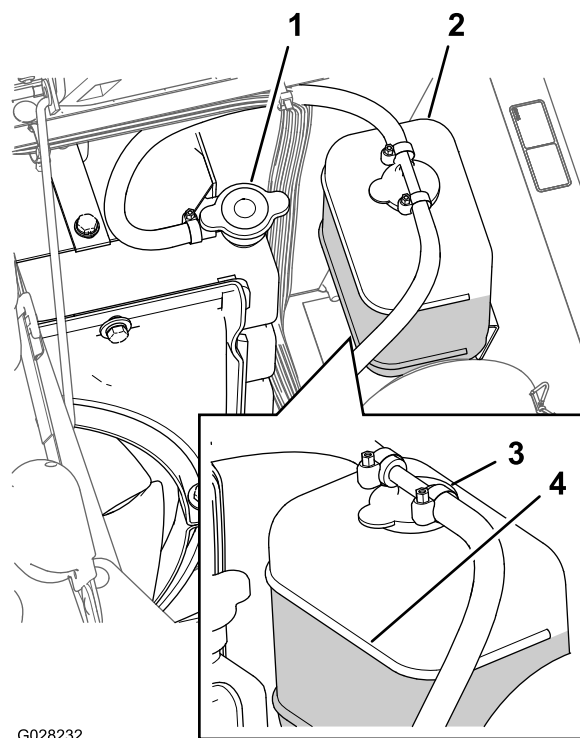

Figure 90
3. Retirez le bouchon du radiateur et le bouchon du vase d'expansion avec précaution (Figure 90).
Remarque: Le radiateur doit être rempli jusqu'en haut du goulot de remplissage et le vase d'expansion jusqu'au repère maximum (Figure 90).
- Si le niveau de liquide de refroidissement est trop bas, enlevez le bouchon du vase d'expansion et le bouchon du radiateur. Remplissez le vase d'expansion jusqu'au repère maximum, et le radiateur jusqu'en haut du goulot de remplissage (Figure 90).
- Remettez en place les bouchons du radiateur et du vase d'expansion (Figure 90).
- Attendez que le moteur soit froid, puis retirez le bouchon du radiateur (Figure 90).
- Retirez le bouchon de radiateur (Figure 90).
- Démarrez le moteur en ayant desserré légèrement le bouchon sur le radiateur (Figure 90).
- Une fois le liquide de refroidissement chaud, faites l'appoint jusqu'à la surface d'étanchéité du bouchon et serrez ce dernier (Figure 90).
- Ouvrez le bouchon du vase d'expansion et versez du liquide de refroidissement jusqu'au niveau à froid (Figure 90).